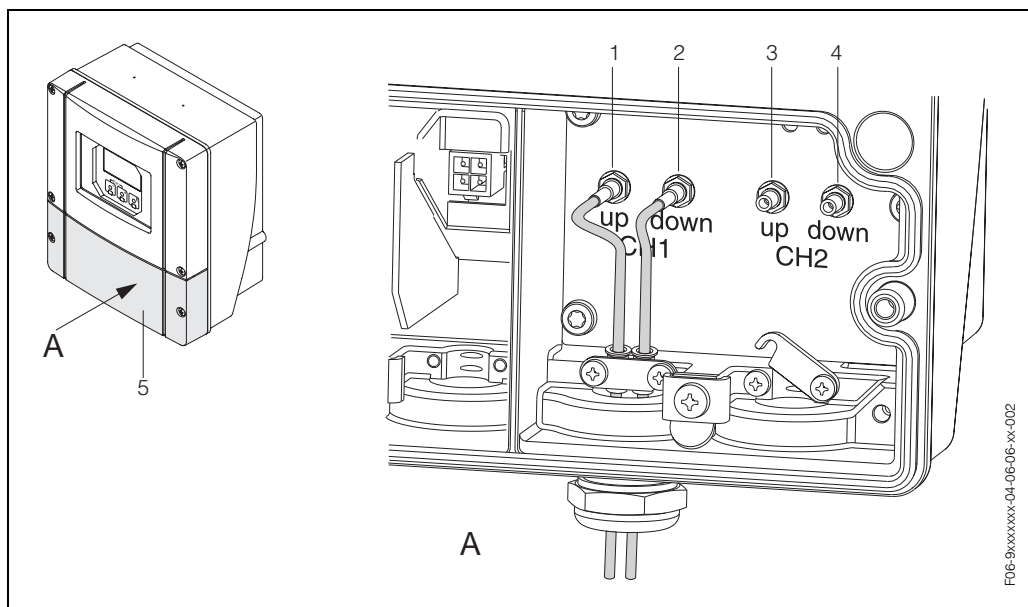

Рис. 40: Подключение двух возможных систем измерения (один или два канала)
1. Преобразователь: Открутите винты и снимите крышку (Позиция 5, Рис. 40) отдела подключений.
3. Демонтируйте специальный кабельный ввод, который поставляется с датчиками. Пропустите оба кабеля через гайку кабельного ввода (6) внутрь отдела подключений.
4. Подтяните кабельные втулки (9), чтобы они были рядом на обоих кабелях (Позиция В). Опустите на втулки зажим заземляющего контакта (10) и закрутите винты зажима. Это гарантирует выравнивание потенциала.
5. Подвиньте резиновый уплотнитель (7) подходящим инструментом (например, широкой отверткой). Вставьте резиновый уплотнитель в кабельный ввод (8). С усилием затяните гайку кабельного ввода (6).
6. Подсоедините кабельные вводы, как показано на Рис. 40.
7. Закройте крышку (5) отдела подключений преобразователя.